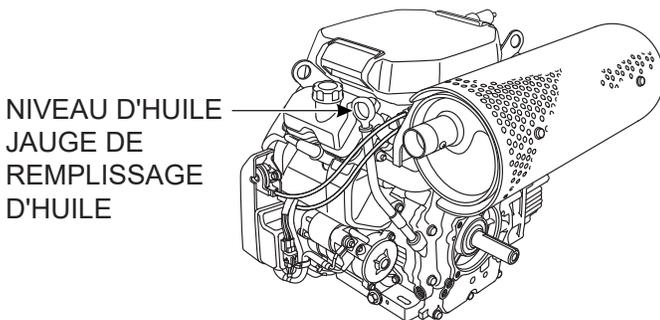

Figure 9. Démontage de la jauge d'huile du moteur
2. Retirer la jauge d'huile de son support (Figure 9) et l'essuyer.